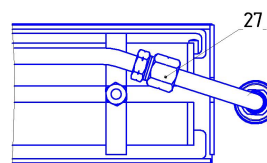

Рис.4 Соединение запальной горелки
Запальная горелка (26) прикреплена к трубке через соединение (27) М12х1,2ЛН (см.рис.4).